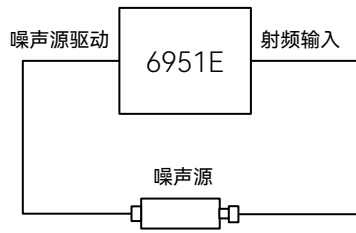

图3.31 噪声源校准连接图
- 如图 3.31，用 BNC 电缆将标准噪声源和信号分析仪噪声源驱动输入端口连接，然后将噪声源输出连接至信号分析仪的射频输入端口。